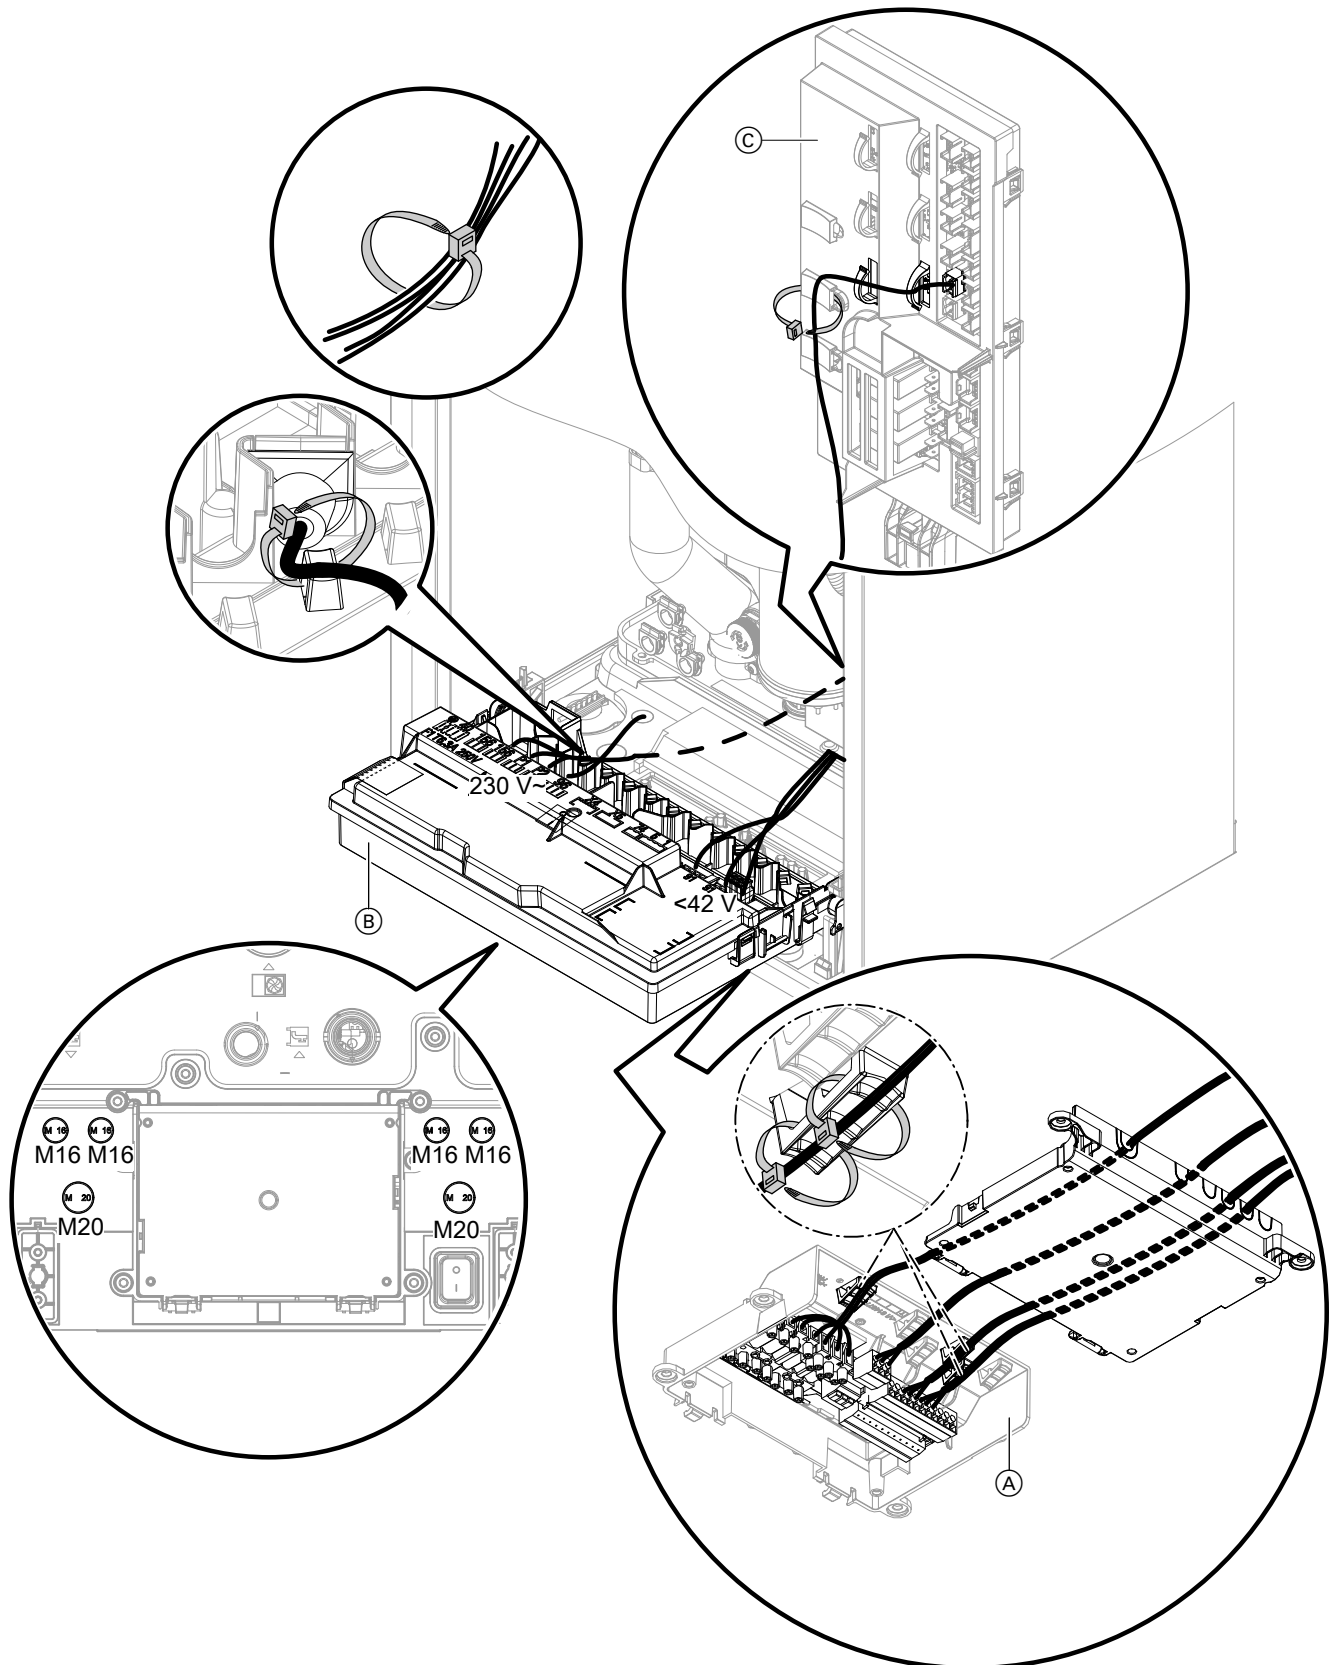

Abb. 44
- Alle Leitungen im Anschlusskasten 230 V~ mit 2 Kabelbindern zugentlasten: Siehe Abb. 44.